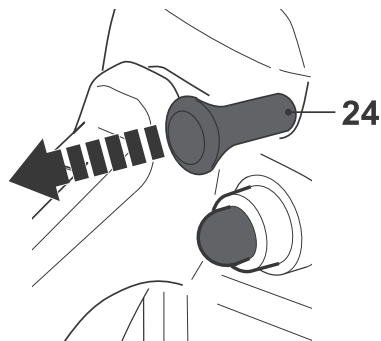
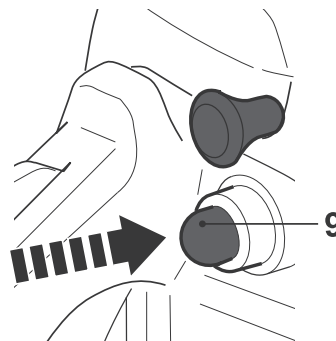

Fig. 23
Fig. 24
- > Puxe completamente a alavanca do estrangulador (24). A alavanca do estrangulador fica na posição CLOSE (FECHADA) e o acelerador fica em estado de prontidão (Fig.23). Prima 6 vezes a bomba de combustível (9) até que a bolha fique cheia de combustível (Fig. 24).